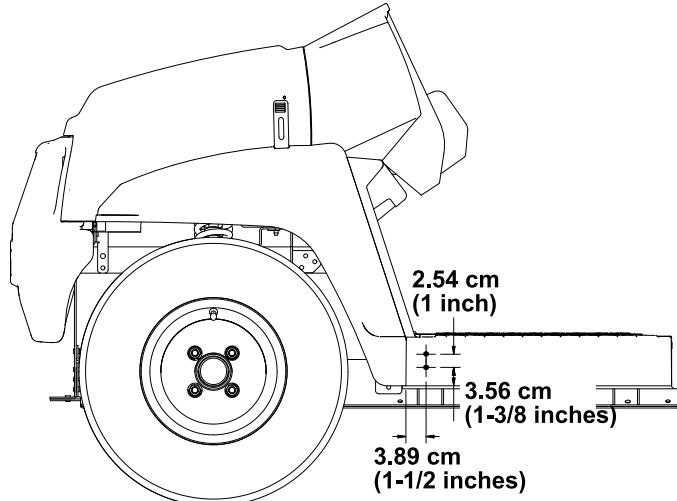

Рисунок 23
1. Просверлите два отверстия (5/16 дюйма) по размерам, указанным на Рисунок 23, в наружных поверхностях панели пола с левой и правой стороны машины.